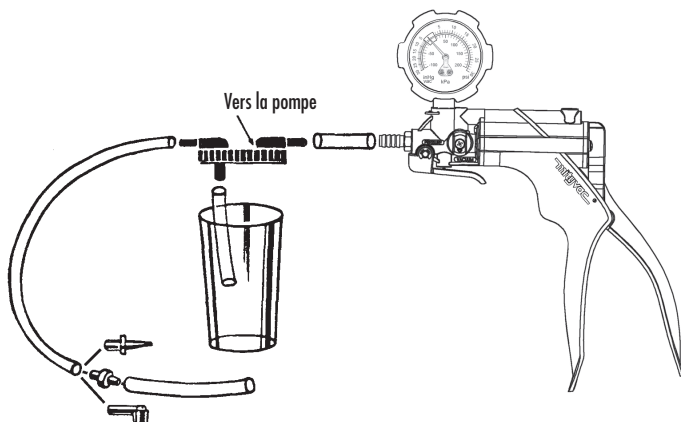

FIGURE 18: KIT DE PURGE DE FREIN
- 3) Glisser 3,8 cm (1-1/2 po) de tuyau entre la pompe et le couvercle du récipient à l'orifice marqué « **VERS LA POMPE** » (FIGURE 18).